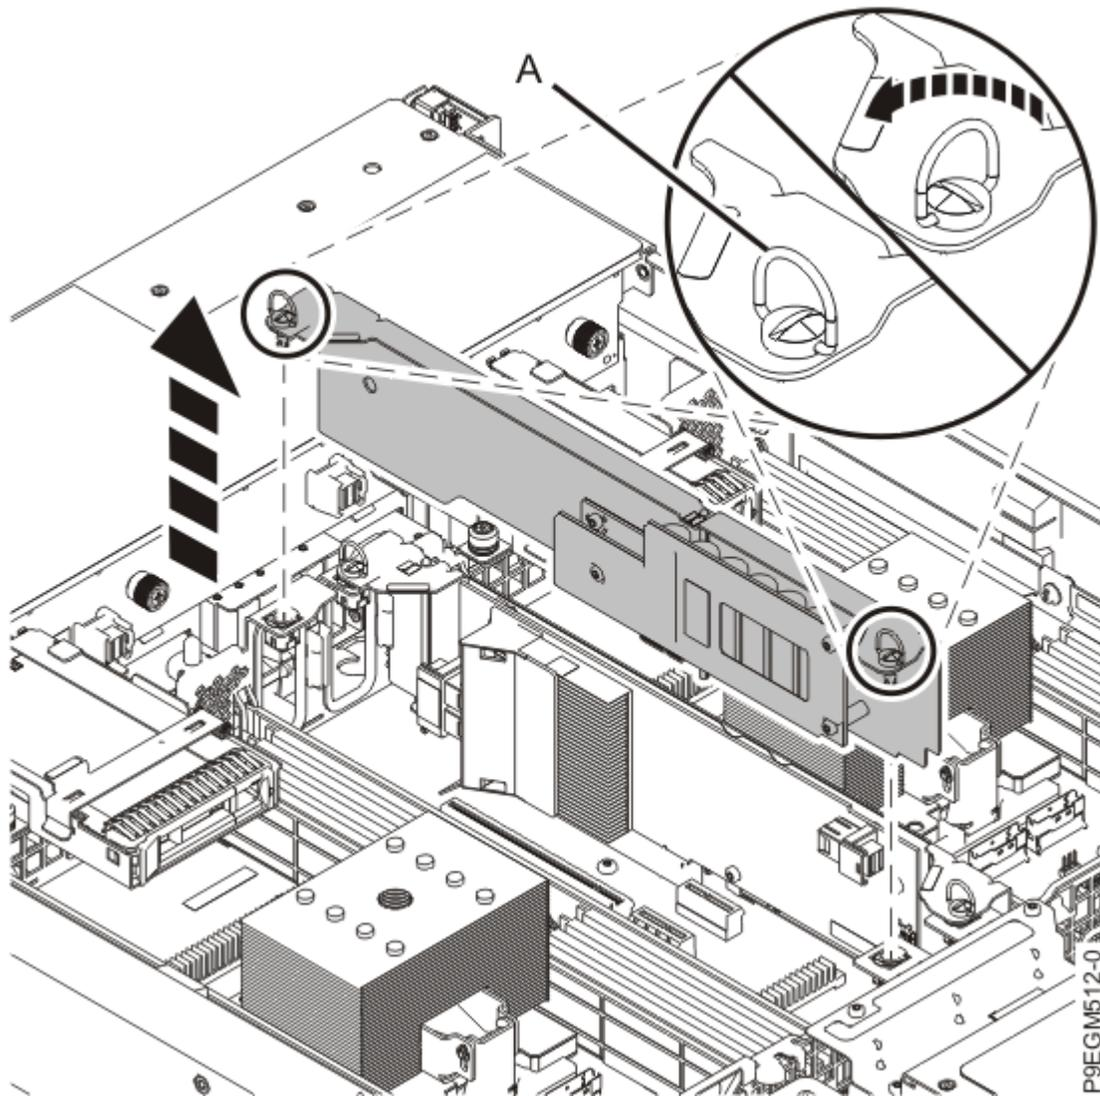

Figura 23. Remover o módulo de alimentação de reserva
a) Rode os parafusos **(A)** em sentido contrário ao dos ponteiros do relógio para soltar o módulo de alimentação de emergência. Enquanto segura no módulo de alimentação de emergência pelas respectivas pegas azuis, levante-o da ranhura como é ilustrado em Figura 23 na página 28.